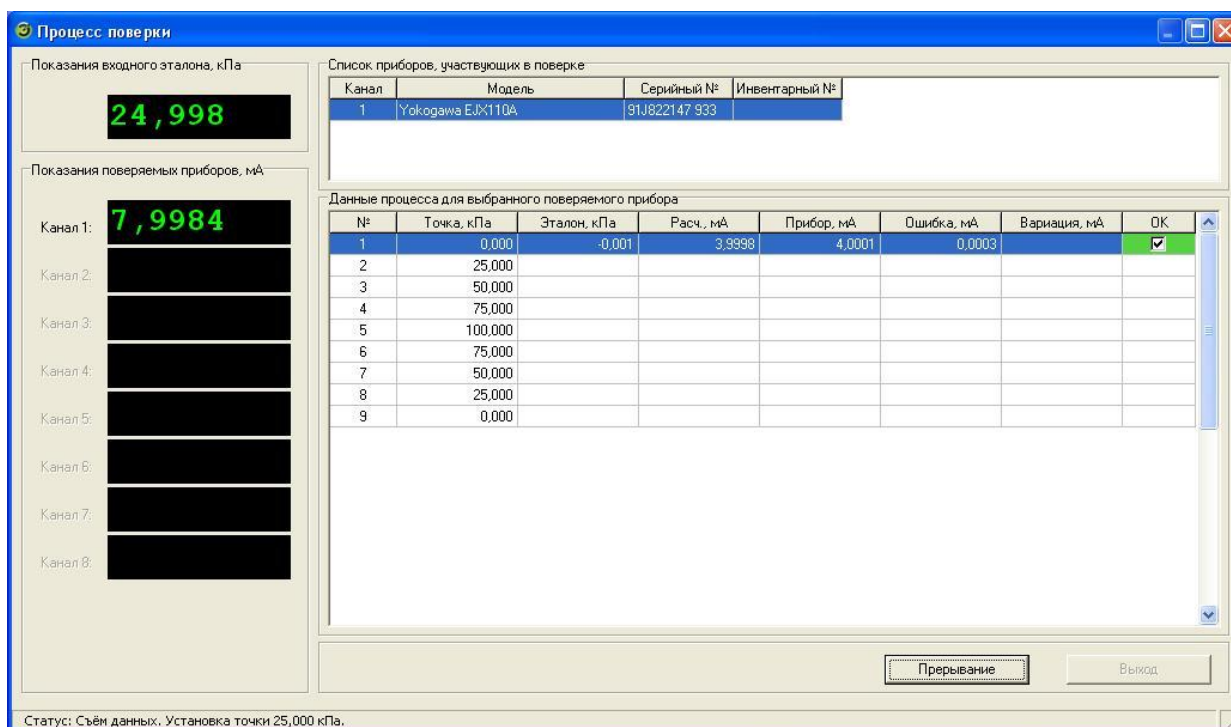

Рисунок 3.6.9 – Автоматический съём данных
или ЭЛМЕТРО-Паскаль-02), в панели отображаются текущие показания давления, считываемые с него в единицах давления поверяемых приборов, добавленных в процесс (рисунок 3.6.9).
- В случае поверки ДД с унифицированным сигналом, а также использования в процессе выходного эталона, поддерживающего автоматический съем данных (например, ЭЛМЕТРО-Кельвин или ЭЛМЕТРО-Паскаль-02), в панели отображаются показания выходного сигнала поверяемых приборов, считываемые с выходного эталона, в единицах измерения выходного сигнала поверяемых приборов (рисунок 3.6.9).